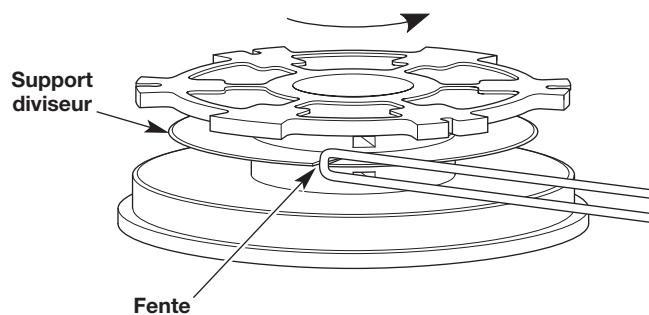

Fig. 14
2. Insérez la boucle dans la fente du support diviseur (Fig. 14). Enroulez le fil de façon serrée dans le sens illustré sur la base du moulinet, jusqu'à ce qu'il vous reste environ 150 mm (6 po.) de fil. Maintenez la moitié supérieure du fil au-dessus du support diviseur et la moitié inférieure du fil en-dessous du support diviseur.